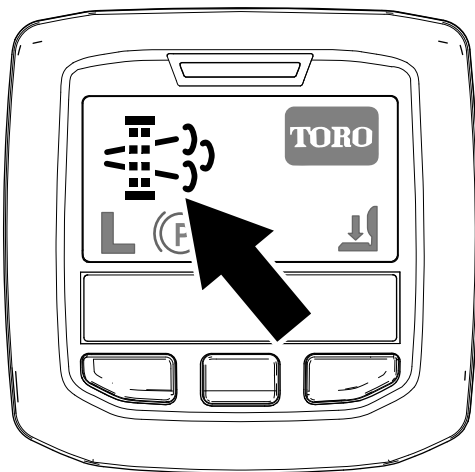

図 46
- ・ インフォセンターに、駐車再生要求アイコンが表示されます 図 46。